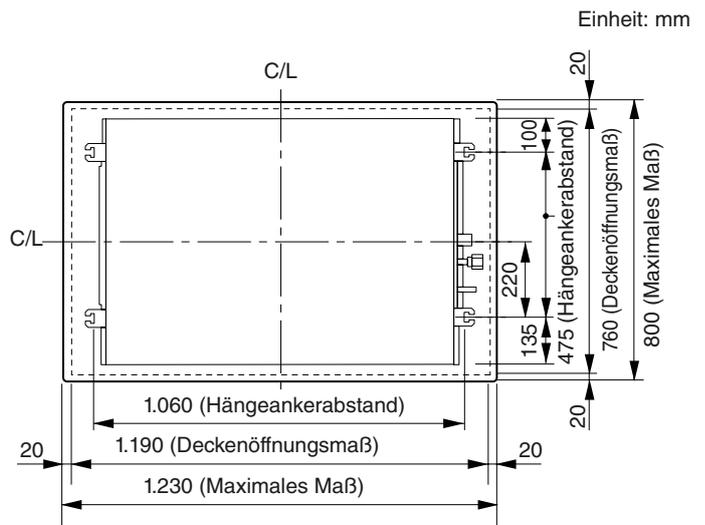

Abb. 3-1
Die Hängehalterungen und die Einheit sowie die Halterungen und die Deckenverkleidung müssen wie in Abb. 3-1 und 3-2 aufeinander ausgerichtet sein.
- (4) Nötigenfalls muss das Deckenmaterial modifiziert werden. (Abb. 3-1 und 3-2)